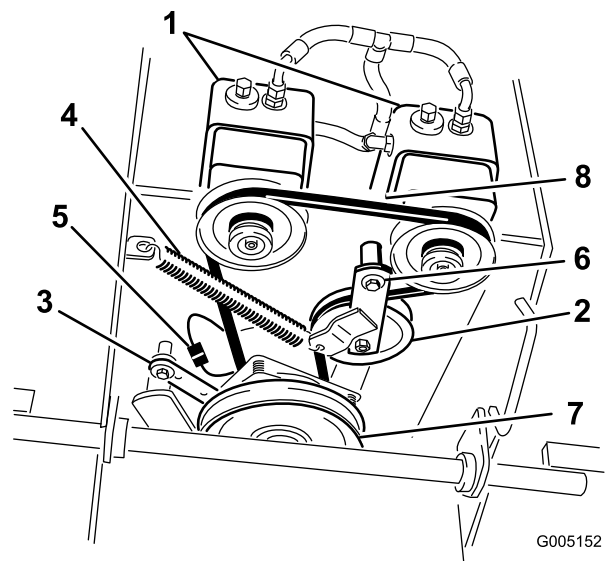

Figure 53
7. Décrochez le ressort de la poulie de tension du châssis (Figure 53).
9. Placez le ressort de tension entre le bras de la poulie de tension et la patte du bâti (Figure 53).
10. Reposez le dispositif de retenue de l'embrayage sur le plancher moteur (Figure 53).
6. Détachez le dispositif de retenue de l'embrayage du plancher moteur (Figure 53).